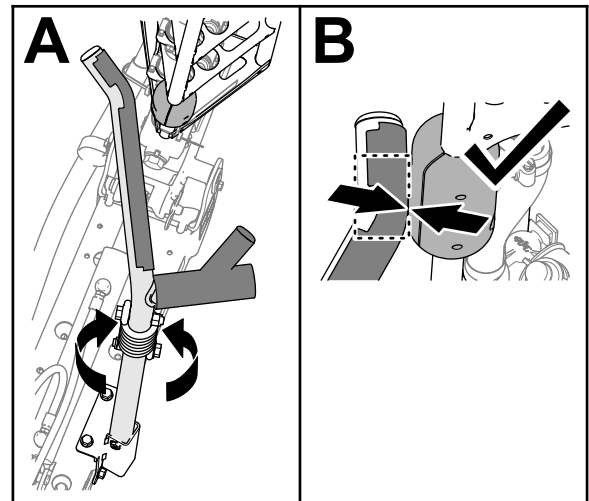

图 117
4. 旋转托架总成直到托架管中的弯曲部分与外喷洒臂顶管上的滑块对齐图 117
**注意** 滑块必须在上托架管的弯曲部分接触托架图 117。